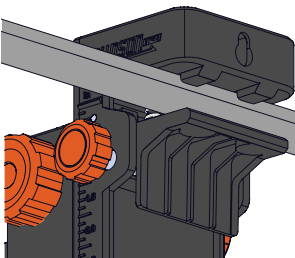

Figure 35
4. Placez l'accessoire de montage sur rail sur un rail, en vous assurant que la pince soit bien en place sur le rail. Serrez le plus petit bouton de réglage pour fixer l'accessoire de montage sur rail au rail. (Figure 35)